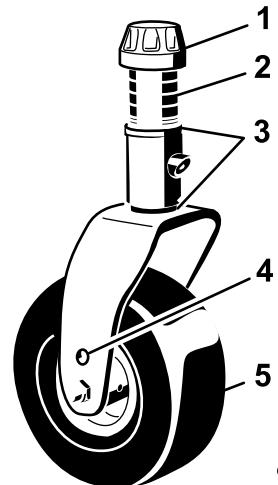
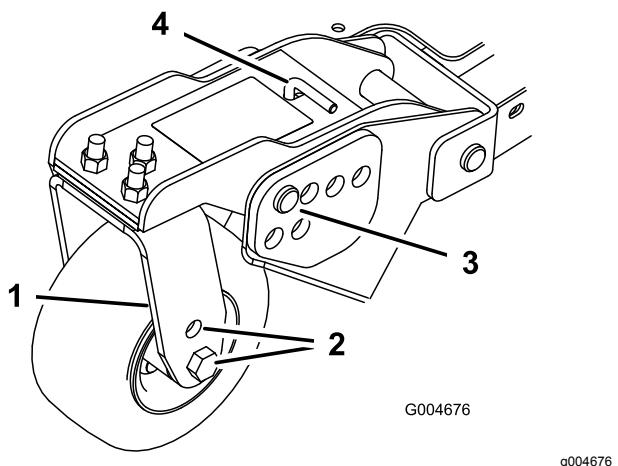
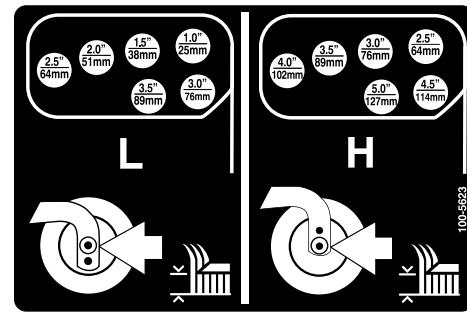

Figura 21
Figura 23
Figura 24
1. Coloque os eixos da roda giratória nos mesmos orifícios em todas as forquilhas da roda giratória (Figura 21 e Figura 23).
2. Retire a tampa de tensionamento do eixo roscado e desloque o fuso para fora do braço da roda giratória (Figura 21).
5. Retire o perno de gancho e os pinos de segurança dos braços articulados da roda giratória (Figura 23).
6. Rode a barra tensora para levantar ou descer o braço articulado, até os orifícios se encontrarem alinhados com os orifícios da altura de corte desejados, na estrutura da plataforma do cortador (Figura 23 e Figura 24).